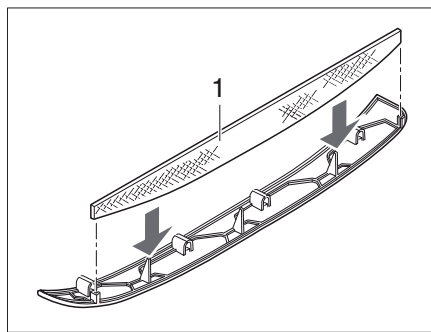
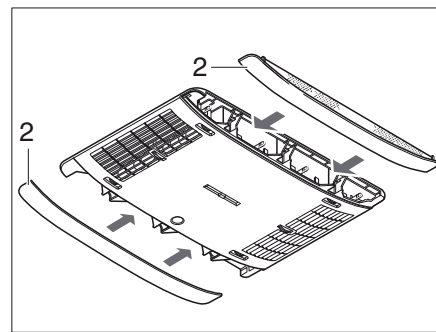

Fig. 164 Filtre à peluches de la climatisation
Fig. 165 Panneaux de la climatisation
Dans les panneaux latéraux (Fig. 165,2) se trouvent deux filtres à peluches. Les filtres à peluches doivent être nettoyés, et si nécessaire remplacés, à intervalles réguliers, au moins cependant tous les 6 mois.
- Enlever le panneau (Fig. 165,2) du distributeur d'air et nettoyer ou, si nécessaire, remplacer le filtre à peluches (Fig. 164,1).